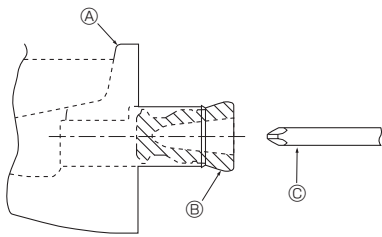

Fig. 5-1
- Չափն կողմի խողովակի համար անպայման տեղադրեք ռետինե խցանը աջ դրենաժային անցքի մեջ: (Fig. 5-1)